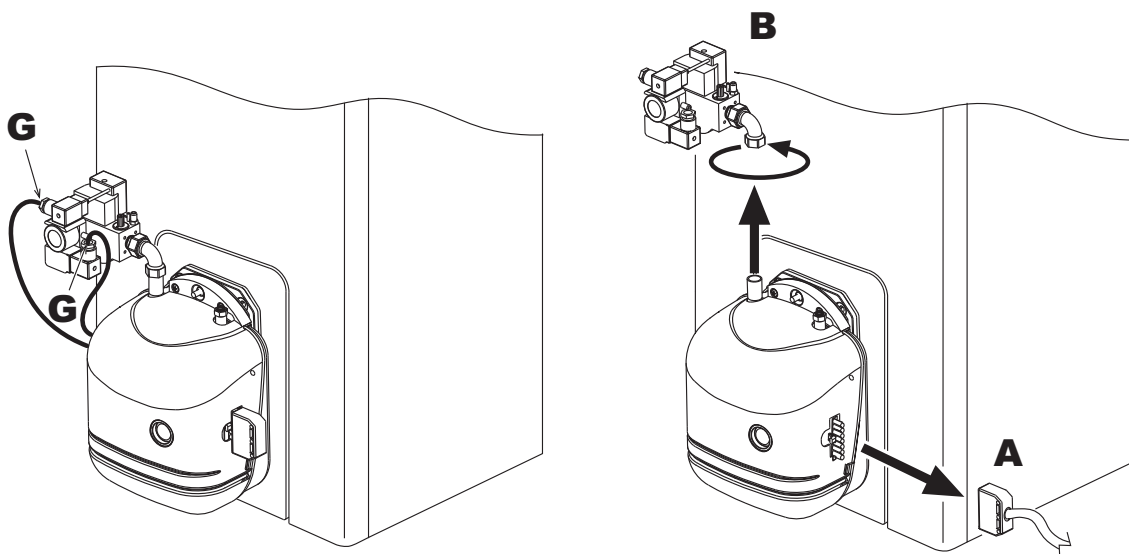

рис. 6
- Проверьте правильность установки электродов - см. рис. 6.